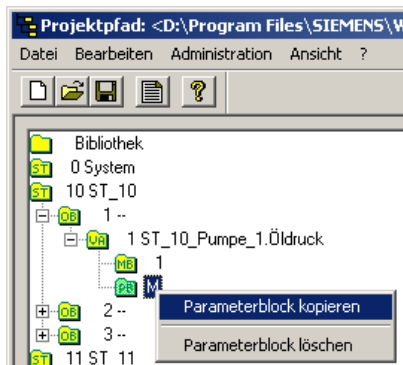

Bild 4-66 Kopieren einer Verarbeitung
1. Selektieren Sie die gewünschte Verarbeitung mit der rechten Maustaste und öffnen Sie das Auswahlmü (siehe Bild 4-66).
1. Selektieren Sie die gewünschte Verarbeitung mit der rechten Maustaste und öffnen Sie das Auswahlnenü (siehe Bild 4-66).